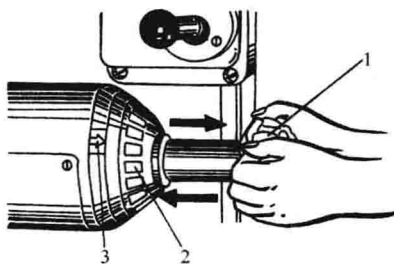

图1-6 进给变速操作
(2) 进给变速操作 进给变速箱是一个独立部件,装在垂向工作台的左边,有18种进给速度,为 $23.5 \sim 1180\text{mm}/\text{min}$ 。速度的交换由进给操作箱来控制,操作箱装在进给变速箱的前面,如图1-6所示。变换进给速度的操作步骤如下: